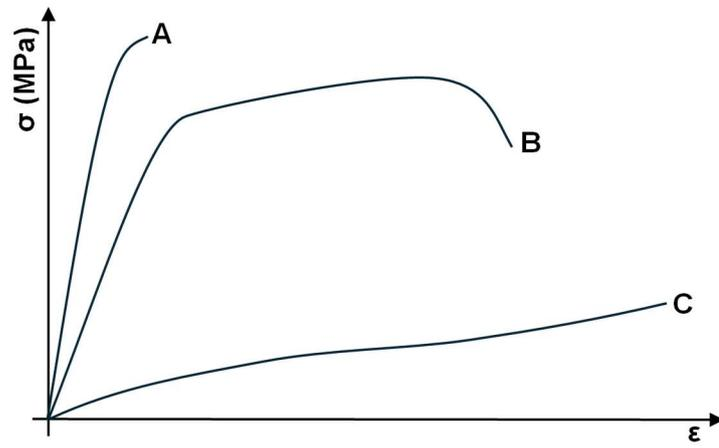

Figura 1. Curve tensione-deformazione di tre diversi materiali
5. La Figura 1 mostra le curve tensione-deformazione di tre diversi materiali (A, B e C) sottoposti a una prova di trazione. Osservando le forme delle curve, rispondere alle seguenti domande: